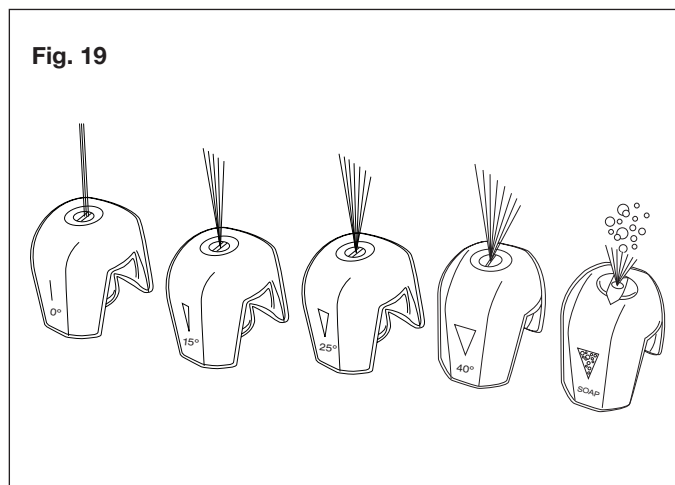

Fig. 19
5. Seleccione la boquilla adecuada para el trabajo (Fig. 19):